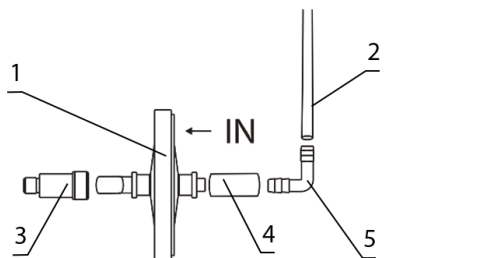
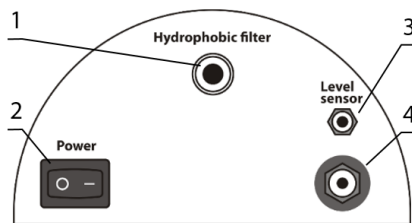

Рисунок 6. Схема фильтра на FTA-2i
Рисунок 7. Задняя панель FTA-2i
- Соберите фильтр (рисунок 6) и присоедините к разъёму насоса на задней стороне прибора (рис. 7/1).
**Внимание!** Установите фильтр так, чтобы маркировка **IN** была развёрнута от прибора (рис. 6/1).
- Убедитесь, что фильтр плотно сидит в гнезде крышки (рис. 7/1).
- Подключите внешний блок питания к разъёму на задней стороне прибора (рис. 7/4) и расположите его так, чтобы обеспечить свободный доступ к розетке и выключателю.